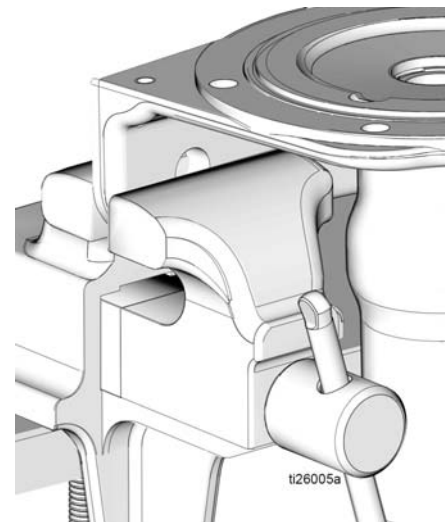

FIG. 24
17. Coloque de nuevo la base de la bomba (1) en el tornillo de banco como se observa en FIG. 24.